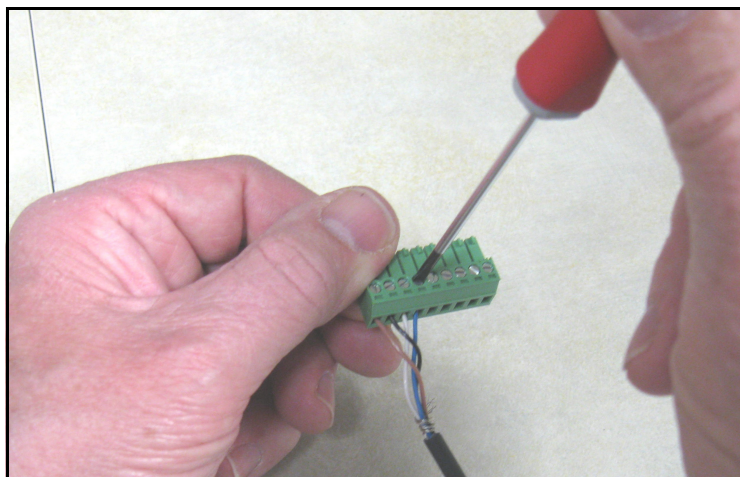
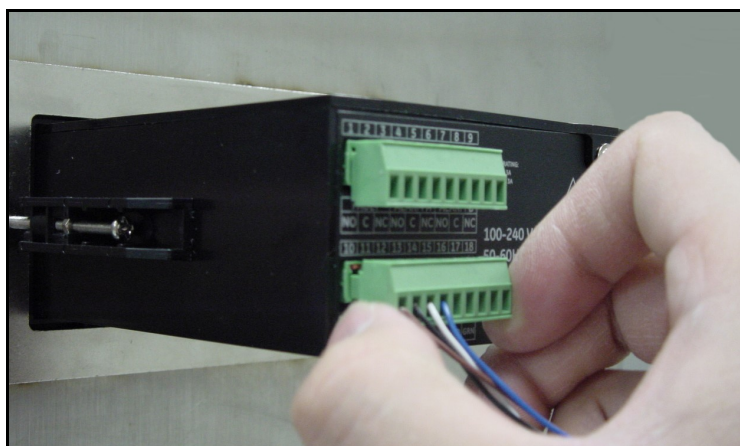

Abbildung 35: Verdrahtung des Kabels mit dem Stecker
Abbildung 36: Wiederanschießen des Steckers an die Klemmenleiste
2. Schließen Sie das Ende des Messkopf-Spezialkabels mit den Anschlusslitzen an die untere Klemmleiste (Stifte 10, 11, 12 und 13) auf der Rückseite des Hygrometers an (siehe Tabelle 1, Abbildung 35 und Abbildung 36 auf Seite 20).